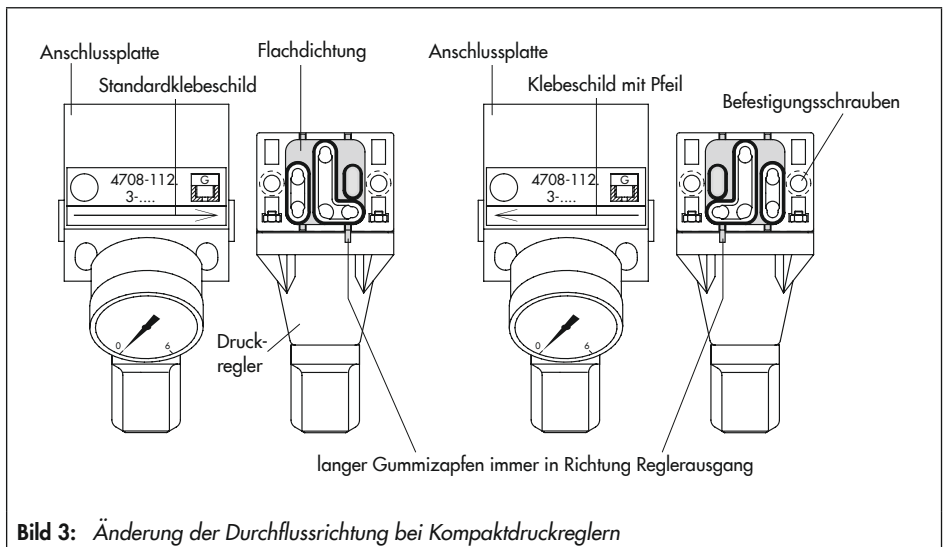

Bild 3: Änderung der Durchflussrichtung bei Kompaktdruckreglern
4. Die Verteilerflachdichtung im Druckregler herausheben und um 180° gewendet nach Bild 3 wieder einlegen.